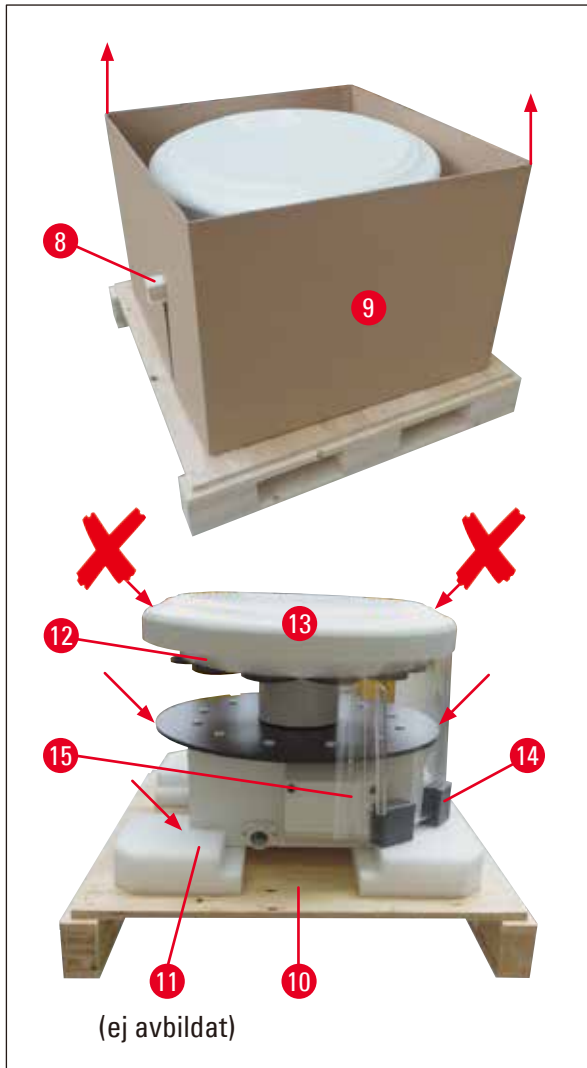

Bild. 11
- För att lyfta upp instrumentet (med hjälp av två personer), ta det vid reagensbehållarens plattform eller vid höljets nedre ände (se (→ Bild. 11), ↘ ↙ nedan) och lyft det från basplattan (→ Bild. 11-10).